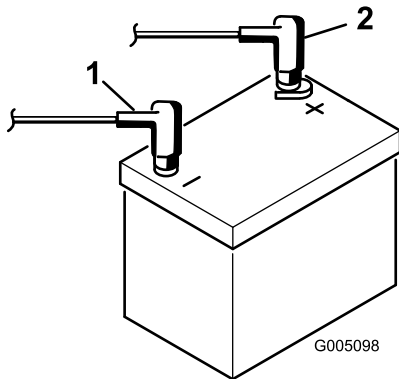

图 45
1. 断开电池的负极接线黑色然后断开电池的正极接线红色图 45。
6. 使用先前卸下的螺栓和螺母将正极红色接线连接到正极 + 电池端子负极黑色接线连接到负极 - 电池端子图 45。将橡皮套滑动到正极电池端子上防止可能发生的短路情况。